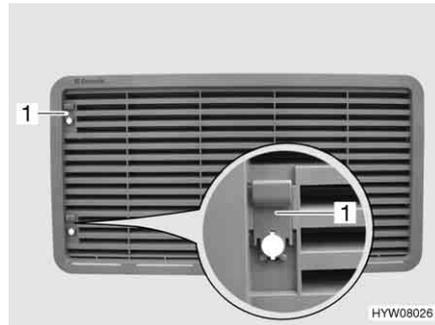

Bild 142 Kühlschrank-Lüftungsgitter
- Schieber (Bild 142,1) nach oben schieben.